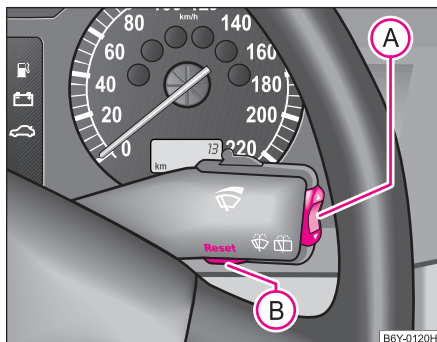

Abb. 11 Informationsdisplay: Bedienungselemente
- Das Menü aktivieren Sie durch Drücken der Wipptaste (A) ⇒ Abb. 11 länger als 1 Sekunde.
Nach 10 Sekunden oder nach Betätigen der Wipptaste **(A)** ⇒ Seite 22, **Abb. 11** werden die Störungsmeldungen ausgeblendet und unter die Angabe **CAR STATUS (FZG-STATUS)** abgelegt.